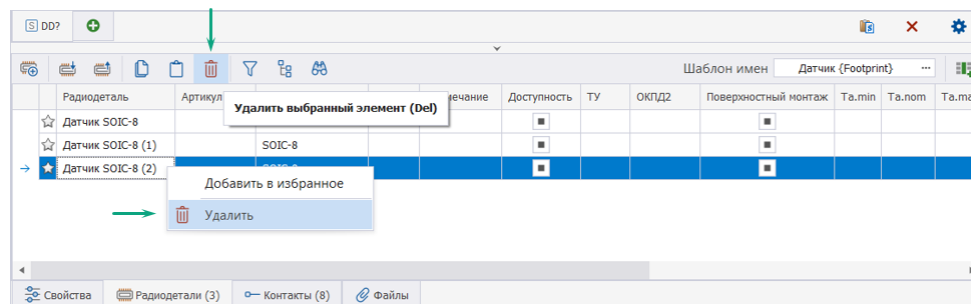

Рис. 303 Удаление радиодетали
2. Нажать иконку  «Удалить выбранный элемент», см. Рис. 303.
Альтернативный способ удаления строки радиодетали – выбрать из контекстно меню команду «Удалить», см. Рис. 303.